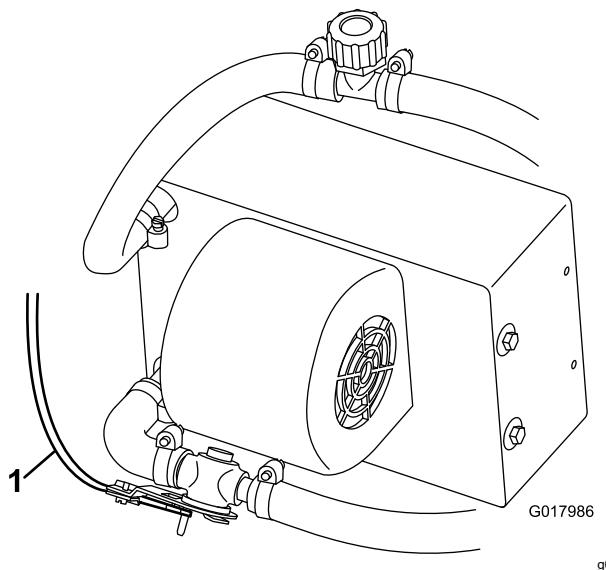

図 6
8. ヒーターコントロールケーブルを、ヒーターバルブに接続する図 6。